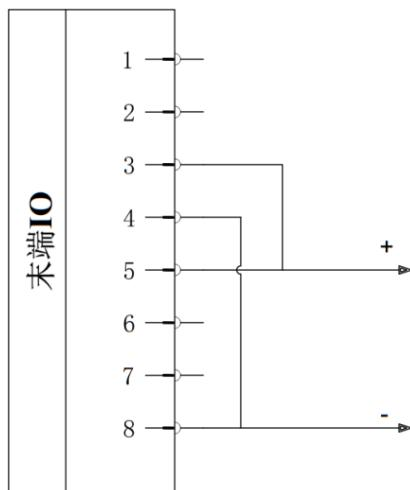

图 2-43: 双针模式 1 接线
- 2) 接线方法：如下图 2-43，将电源线（5 灰色）与 TI3/TO3/PWR2 线（3 绿色）连接，接地线（8 红色）与 TI2/TO2/GND2 线（4 黄色）连接。